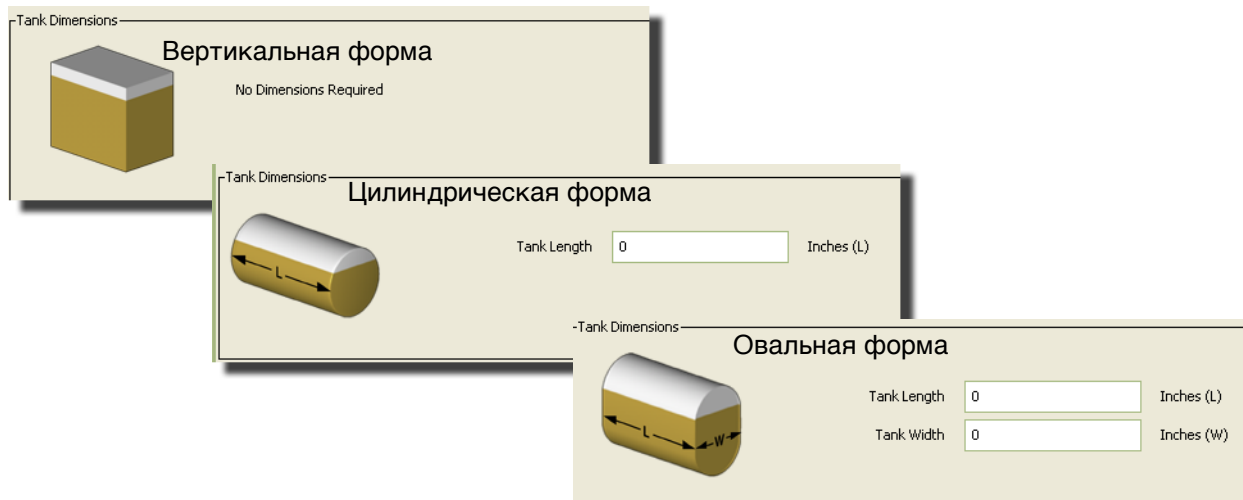

Рис. 102
- «**Tank Shape**» [Форма цистерны]: выберите «Vertical» [Вертикальная] (по умолчанию), «Cylinder» [Цилиндрическая] или «Obround» [Овальная]. Для цилиндрических и овальных цистерн нужны дополнительные сведения о габаритах (Рис. 102).